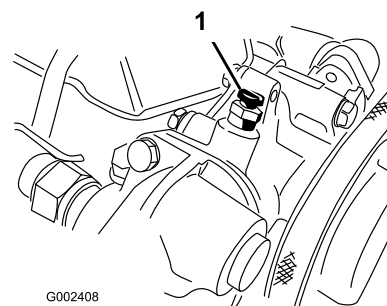

Figura 65
6. Desaperte o parafuso de purga na parte superior da bomba de água (Figura 65).